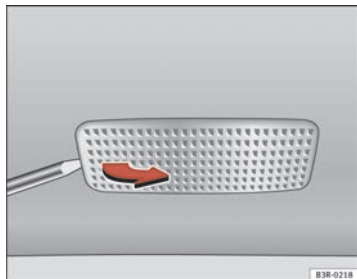

Fig. 243 Smontaggio della luce dell'aletta parasole
- Rimuovere la luce con cautela, usando la parte piatta del cacciavite ⇒ fig. 243.